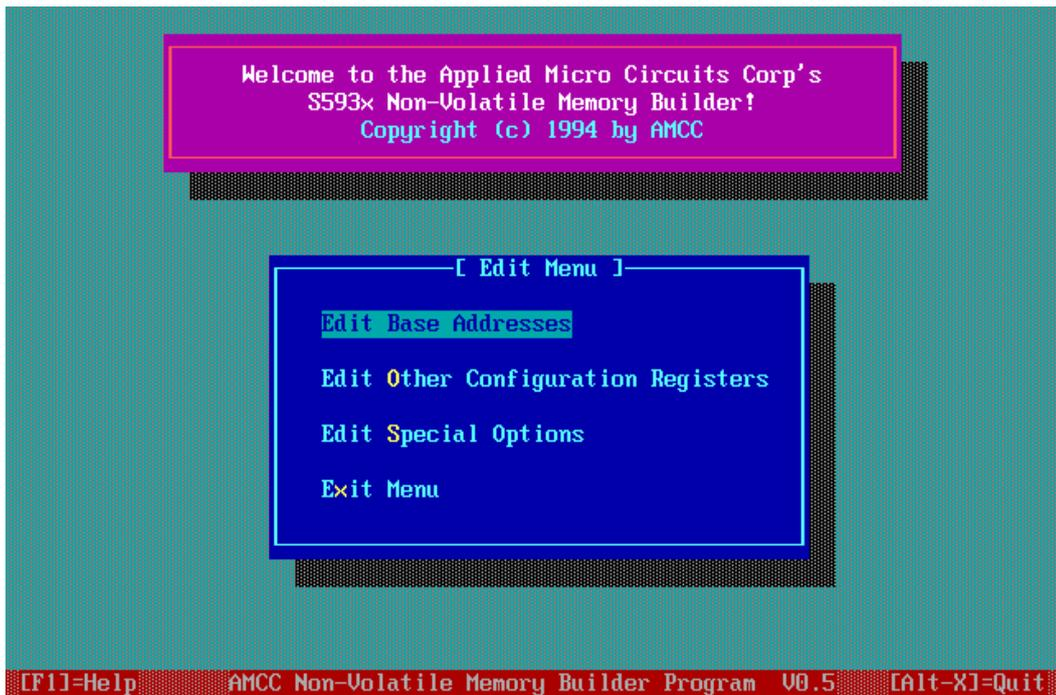
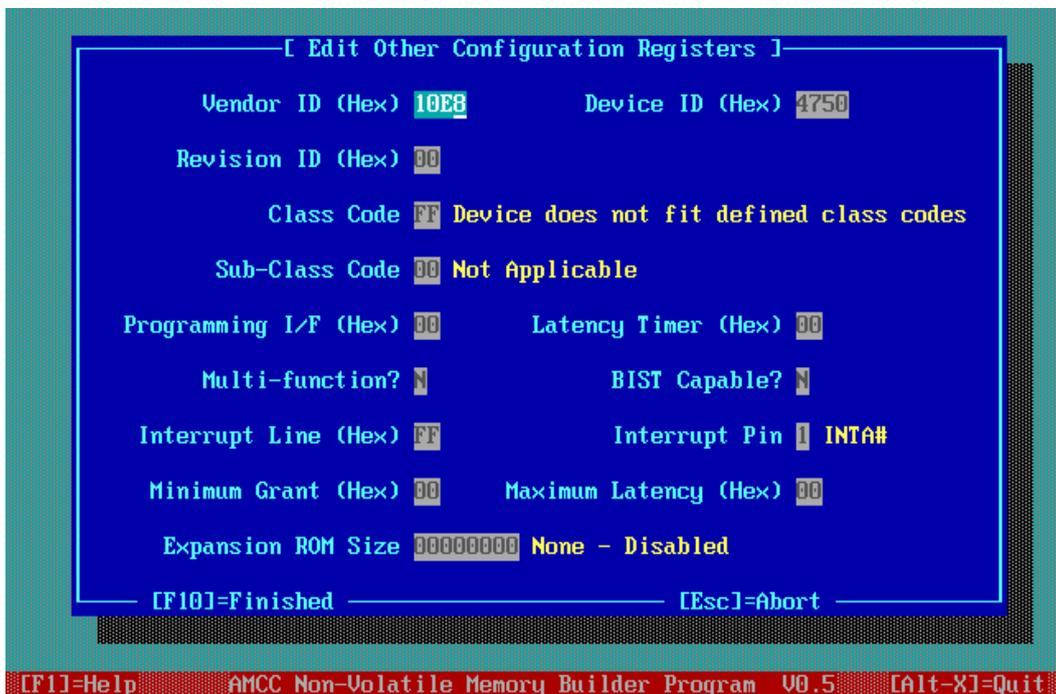
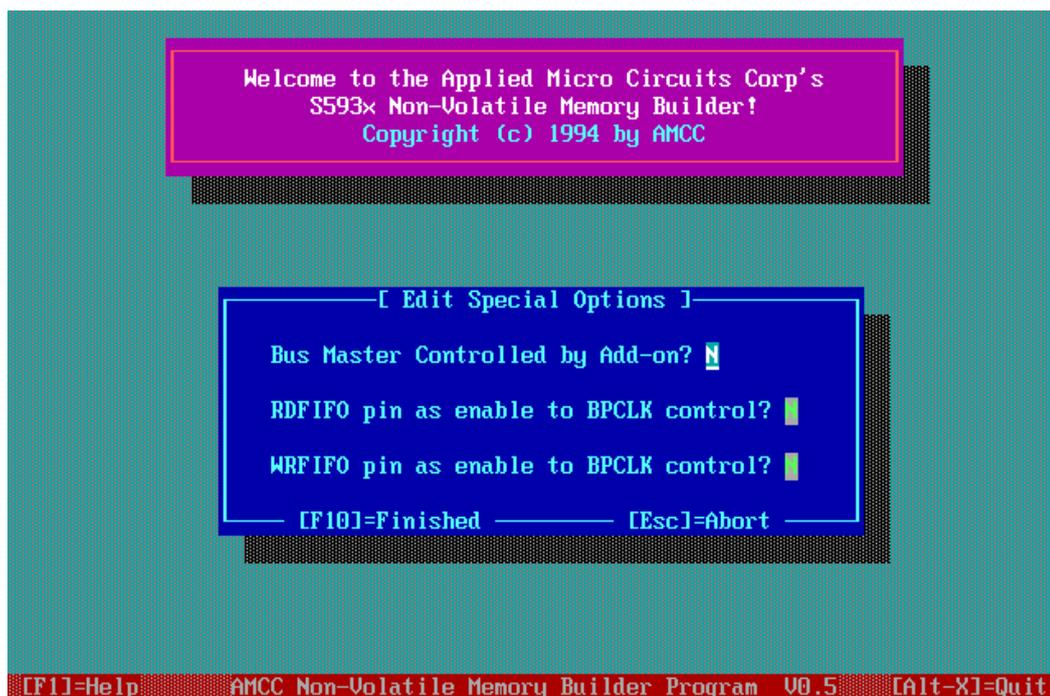

图9 编辑子菜单
图 18
图 19
- 2) 选 “Edit Memory Image” 菜单回车，出现图 9。
4) 在图 9 时，选“Edit Other Configuration Registers”菜单回车，出现图 18。
在显示图 18 菜单时，可以编辑“Vender ID”等值，所有寄存器值设置完以后，按功能键“F10”确认，菜单显示回到图 9。
5) 在图 9 时，选“Edit Special Options”菜单回车，出现图 19。
在显示图 19 菜单时，可以编辑编辑 S5933 是主/从设备、FIFO 操作是否用同步模式，所有值设置完以后，按功能键“F10”确认，菜单显示回到图 9。
6) 至此所有设置完成，在图 9 下选“Exit Menu”回车后，回到菜单 8。在菜单 8 下保存数据以备以后使用，也可直接把数据写入串行配置芯片。